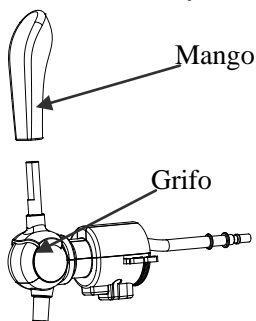

Figura 6
2. Instalar la manija del grifo, conectar el grifo, asegúrese de que ambos extremos encajen perfectamente. (Como muestra la Figura 6)